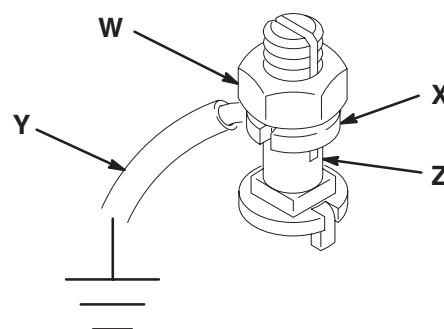

Fig. 2
Övriga pumpar: använd en jordledning och klämma. Se Fig. 2. Lossa muttern för jordningshylsan (W) och bricka (X). Stick in ena änden av en jordningskabel med minst 1,5 mm² tvärsnittsarea (Y) i skåran på hylsan (Z) och dra åt muttern ordentligt. Anslut kabelns andra ände till jord. Beställningsnummer för jordkabel och klämma är: 237569.